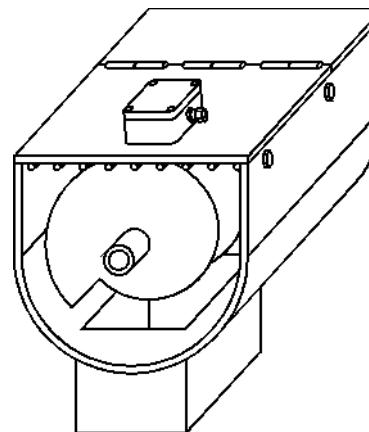

Рис. 7. Одновременный контроль подпора и обрыва соединительных муфт секционного винтового конвейера.
**Для одновременного контроля подпора и обрыва соединительных муфт секционного винтового конвейера РДД-03А устанавливается в подготовленные отверстия снаружи над сбросным коробом механизма (рис. 7). Датчик может монтироваться на крышку аварийного люка (через него выводится продукт в случае подпора сбросного короба): защитная металлическая сетка не влияет на работу устройства. РДД-03А должен быть настроен на движение верхней части лопастей шнека. Для этого его чувствительность снижается до минимального положения, при котором светодиод «Движение» устойчиво горит. Датчик отключит механизм как при аварийной остановке последней секции шнека (обрыв соединительной муфты или одной из фаз), так и при подпоре сбросного короба. Скопление продукта между шнеком и датчиком приводит к снижению уровня радиосигнала, отражённого от лопастей. Поэтому РДД-03А реагирует на подпор так же, как на остановку шнека.**